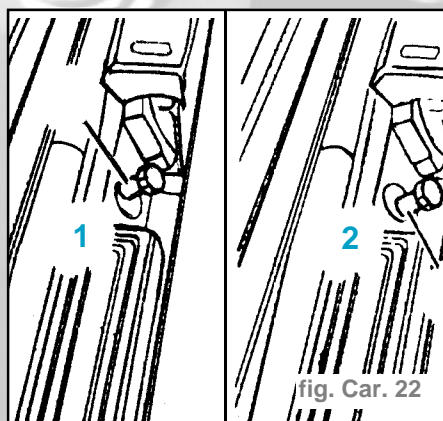

fig. Car. 22
- La figure montre ce que l'on voit lorsque l'on regarde latéralement sur l'excéntrique de la partie inférieure de la serrure (fig. Car. 22).